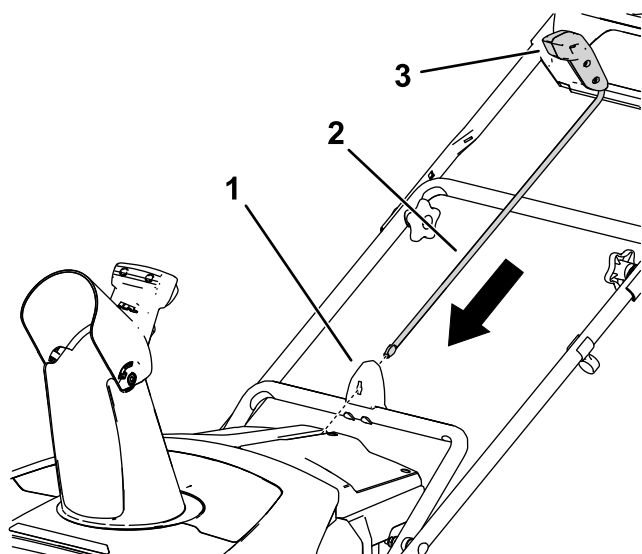

Bild 7
1. Vergewissern Sie sich, dass das Ablenkblech nach vorne gerichtet ist (Bild 7).
2. Setzen Sie die den Auswurfkanal-Hebel mit dem Griff nach vorn in die Führung ein und drücken Sie ihn nach unten, bis er einrastet (Bild 7).